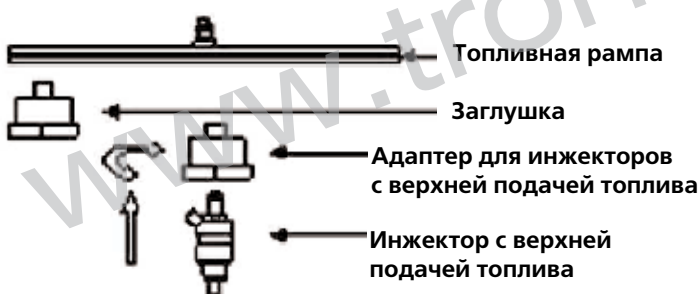

Рис. 2.1 Установка адаптера инжектора с верхней подачей топлива
### 6.2.1 Установка инжектора с верхней подачей топлива (рис. 2.1)
1. Как показано на рис. 2.1 и 2.3, установите инжекторы между топливной рампой и опорной пластиной измерительных цилиндров.